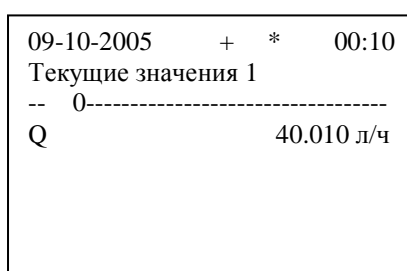

Рис. 3 – Экран ЖКИ в режиме «Текущие значения»
3.3.5 После первого цикла измерения (первый цикл длится 5-6 с, за исключением случая, когда в узле учета используется расходомер с импульсным выходом; в таком случае цикл измерения зависит от длительности импульса) вычислитель перейдет в режим «Текущие значения» и на экране ЖКИ появится форма, показанная на рис. 3, появление которой означает, что вычислитель исправен и готов к работе.
3.4.1.1 В этом режиме на экране ЖКИ вычислителя отображаются текущие значения измеряемых и вычисляемых параметров (рис. 3). По умолчанию вычислитель находится в данном режиме до тех пор, пока пользователь не переведет его в другой режим. После перезагрузки вычислителя (выключение/включение) он также возвращается в режим «Текущие значения».
3.4.1.2 На рис. 3 показана форма, соответствующая штатному состоянию, когда все ПП исправны, а сигналы находятся в пределах установленных диапазонов. Если значение какого-либо из параметров не определено, не соответствует уставке либо выходит за допустимые границы, вычислитель регистрирует нештатную ситуацию (НС), при этом на экране ЖКИ отображается соответствующая индикация. Особенности работы при различных НС описаны в п.3.5.